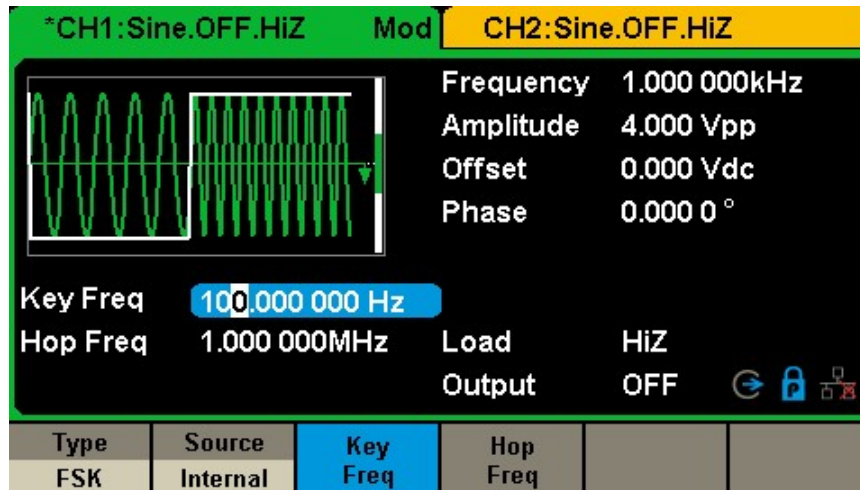

図 27 FSK 変調の設定インターフェース
**Mod** → **Type** → **FSK** を押すと、FSK 変調のパラメータが図 27 に表示される。